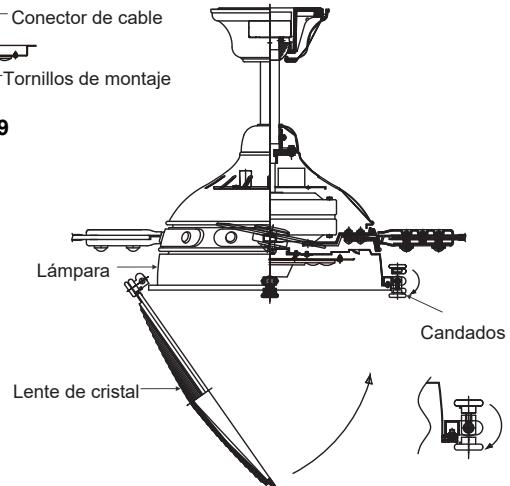

Fig. 20
**NOTA:** Asegúrese de que los candados y apriete para evitar que el soporte de la lente se caiga (**Fig. 20**)